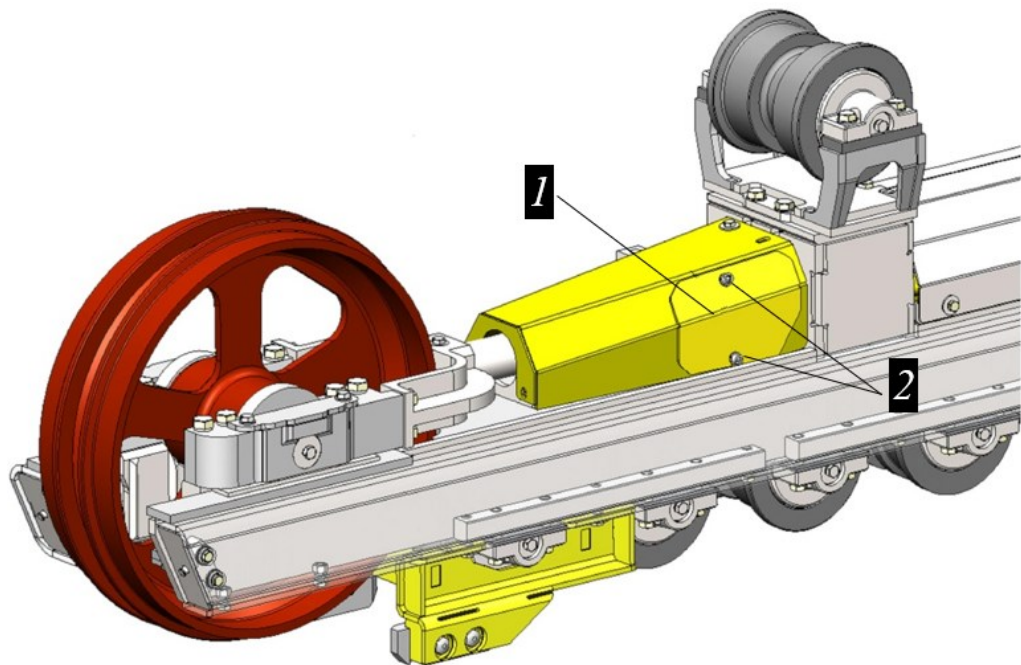

Рисунок 5.100. Крышка на раме гусеничной тележки
- ▶ Очистить защитную крышку 1 и прилегающую к крышке область от загрязнений, рис. 5.100.
- ▶ Открутить 2 винта крепления крышки 2, рис. 5.100.
- ▶ Установить защитную крышку 1, завернуть крепежные винты 2, рис. 5.100.